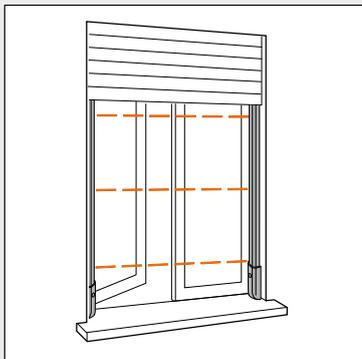
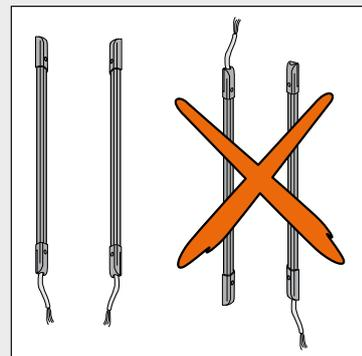

fig. 1
fig. 2
- 1 Ouvrir le détecteur (fig. 1)
- 2 Séparer le circuit de la base en plastique (fig. 2)
Les deux colonnes doivent être montées : l'une face à l'autre (fig. 1) du même côté (les deux barrettes de connexion situées sur la partie supérieure ou inférieure) (fig. 2) à une hauteur qui se rapproche le plus possible du terrain ou de la base de la fenêtre (fig. 3) sans obstacles fixes ou meubles qui interrompent les rayons (fig. 4) de façon à ce que les récepteurs ne soient pas directement exposés au rayons du soleil (fig. 5) et de façon à ce que les récepteurs ne soient pas non plus directement ou par réflexion exposés aux rayons d'autres émetteurs.